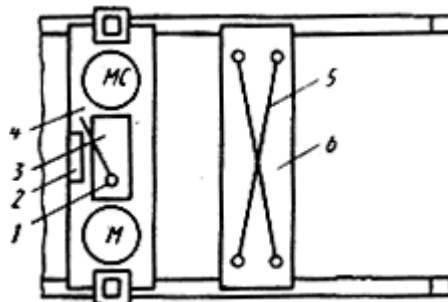

Рис.2.1. Схема организации рабочего места при монтаже панели перекрытия
**Схема организации рабочего места (рис.2.1) и порядок выполнения работ.**